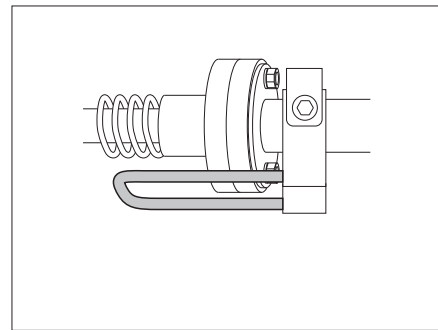

Fig. 147 Palanca de retención en posición asegurada
► Antes de utilizar la cama, comprobar si la palanca de retención está en la posición asegurada (Fig. 147).
- Poner palanca de retención en la posición asegurada (Fig. 147).